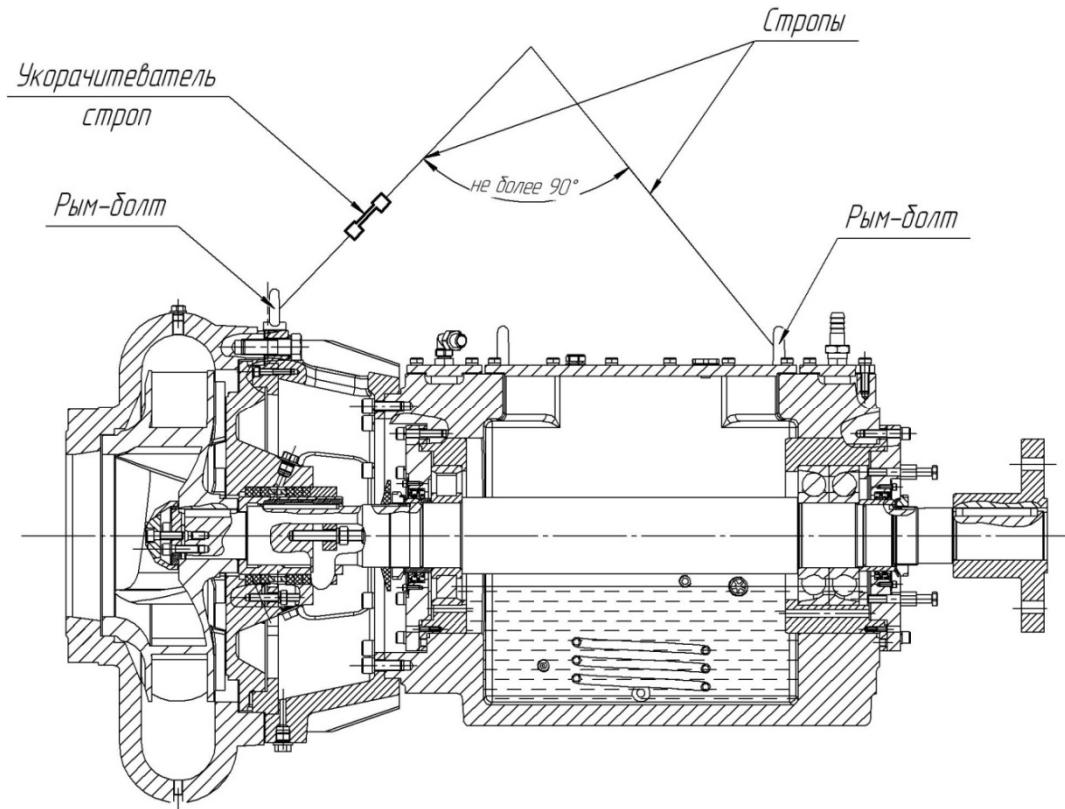

Рис. 10 Схема строповки насоса в сборе с корпусом спиральном.
2. Проверка центровки должна производиться при помощи скоб с индикаторами часового типа. Скобы с жесткими кронштейнами устанавливаются и надежно закрепляются на полумуфтах валов насоса и эл. двигателя. (см. рис. 10).